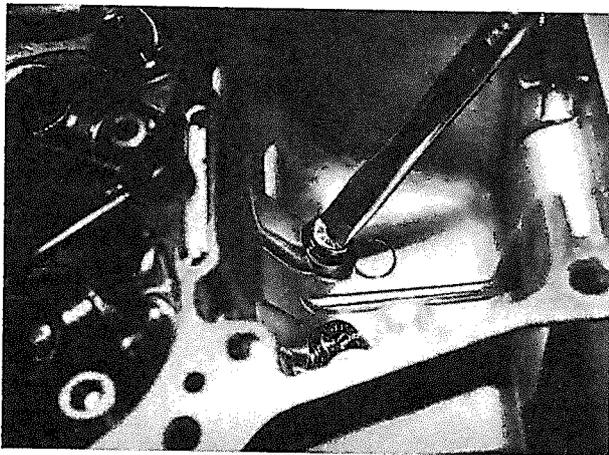

Bild 31
b) Zwei Hauptdüsen am Boden der Schwimmerkammer. **Bild 31**